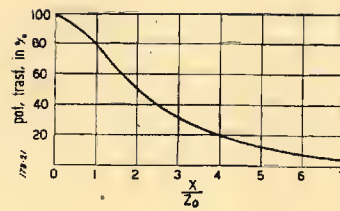

Fig. 8. - Potenza trasferita in funzione del rapporto  $X/Z_0$ .
2) L'impedenza di carico è una resistenza di valore uguale a  $Z_0$  più una componente reattiva  $X_0$ . La potenza assorbita dal carico è riportata in fig. 8 per vari rapporti  $X_0/Z_0$ .